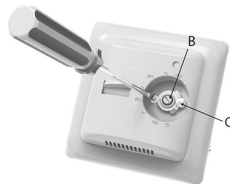

Рис. 5. Установка максимальной и минимальной температуры
4. Поверните вал регулятора (В) (рис. 5), совместив его направление со значением температуры на панели терморегулятора, в соответствии с текущей температурой помещения.
5. Далее поставьте колесо регулятора температуры (2) так, чтобы штрих на колесе совпал с измеренной температурой помещения (рис. 5). Температура настроена. Во время настройки не вращайте вал (В).